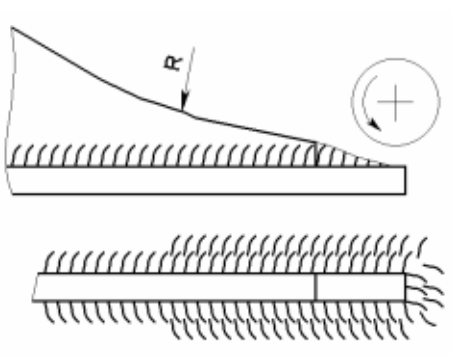

Рисунок 13.26
– окончания ребер необходимо оформить плавным переходом к основной детали (рисунок 13.26). Переходные участки целесообразно обработать шлифмашинкой;